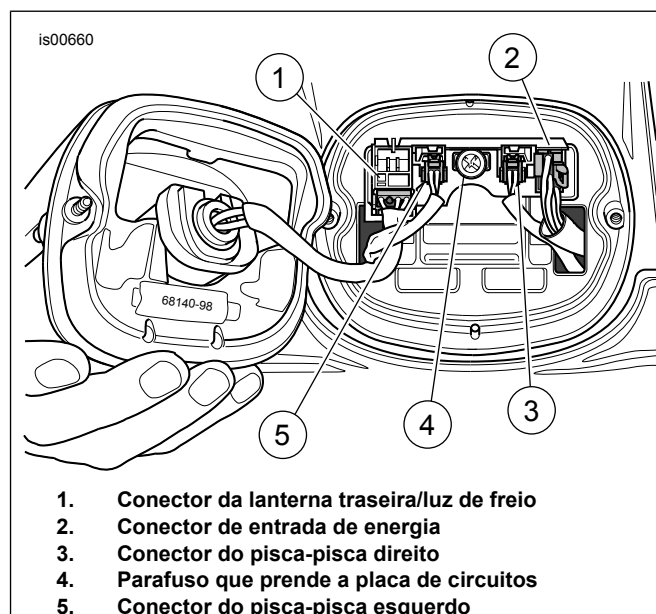

Figura 1. Conectores de remoção
5. Veja a Figura 1. Remova os dois parafusos e a lente da lanterna traseira da base da lanterna traseira. Desligue o conector da lanterna traseira (1) e coloque a lanterna de lado.
6. Veja a Figura 1. Desligue os conectores dos pisca-piscas (3 e 5) e o conector do chicote (2).
3. Veja a Figura 1. Ligue os conectores dos pisca-piscas (3 e 5), o conector da lanterna traseira (1) e o conector do chicote de alimentação (2).